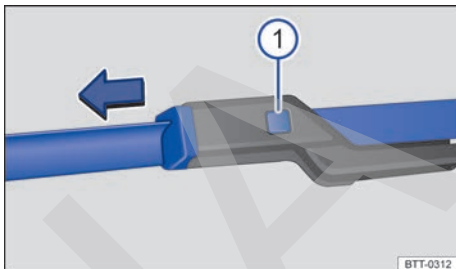

Fig. 137 Sustituir las escobillas de los limpiaparabrisas.
- Mantenga la tecla de desbloqueo → fig. 137 ① pulsada y, al mismo tiempo, retire la escobilla de los limpiaparabrisas en el sentido de la flecha.